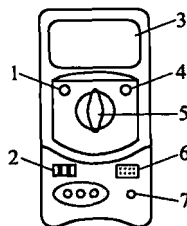

图 1-1 数字万用表示意图
(1) 将 POWER 开关按下，检查 9V 电池，如果电池电压不足，“ ”将显示在显示器上，这时需要换电池。
(2) 测试笔插孔边的“ ”符号，表示输入电压或电流不应超过示值，这是为了保护内部线路免受损坏。
(3) 测试之前，功能开关(如图 1-1 所示)应置于所需要的量程。